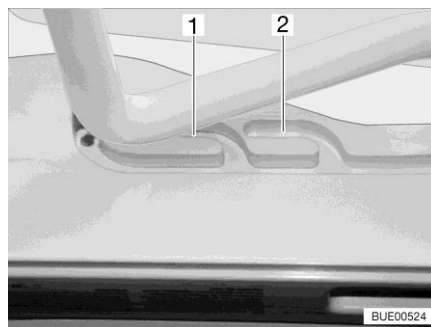
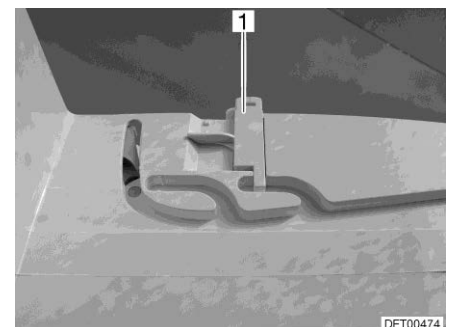

Bild 66 Spår (ventilationsläge)
Bild 67 Lås (ventilationsläge)
Heki-takluckan kan ställas i två ventilationslägen: Läget för dåligt väder (Bild 66,1) och mittläget (Bild 66,2). Beroende på modell kan takluckan låsas i mittläget med de båda spärrarna (Bild 67,1) till höger och vänster om ramen till takluckan.
- Tryck bygeln lätt uppåt och skjut in den i det valda spåret (Bild 66,1 eller 2) och lås eventuellt.